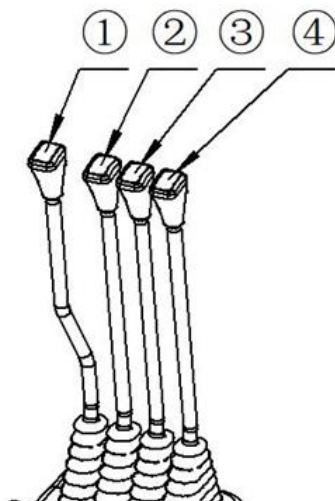

Рис. 4-4. Схема аналога джойстика:
(7) Механический многоклапанный манипулятор в сборе.
- Рукоятка подъема обозначена как поз. (1) на Рис. 4-4. Она находится ближе всех к водителю. Чтобы поднять вилы, нужно потянуть рукоятку назад, и толкнуть вперед, чтобы опустить их.
- Рукоятка наклона обозначена как поз. (2) на Рис. 4-4. Эта рукоятка нужна для управления функцией наклона мачты в сборе. Чтобы наклонить мачту в сборе назад, нужно потянуть рукоятку назад, и толкнуть вперед, чтобы наклонить вперед.
- Рукоятка бокового сдвига (если устройство установлено) обозначена как поз. (3) на Рис. 4-4. Эта рукоятка используется для управления функцией бокового сдвига вилок влево и вправо. Нужно нажать на рукоятку вперед, чтобы вилы сдвинулись влево и потянуть назад, чтобы сдвинуть их вправо.
- Рукоятка подачи (если установлена) обозначена как поз. (4) на Рис. 4-4. Эта рукоятка используется для регулировки функции расстояния между вилами (при установленном на вилочном погрузчике навесном оборудовании функция регулировки подачи вилок на устройстве бокового смещения отключена. Функция рукоятки зависит от типа действия различного навесного оборудования и будет иметь различные изменения).